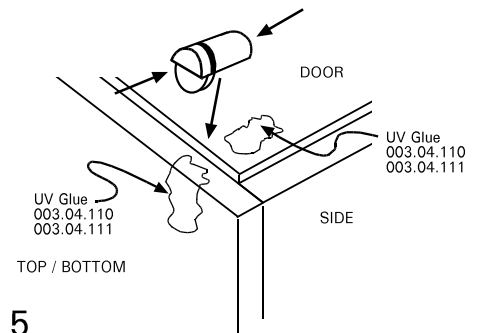

FIG 5
10. Disassemble the hinge and become familiar with its operation. Reassemble and apply Häfele UV Glue (Cat.No.003.04.110) or (Cat.No.003.04.111) to the area on the door and the carcass where the hinge is to be bonded (see Fig. 5). For additional strength it is also advisable to coat the carcass edge of the bonding area.
- Nehmen Sie das Scharnier auseinander und machen Sie sich mit der Funktion vertraut. Bauen Sie das Scharnier anschliessend wieder zusammen und bringen Sie (Art.Nr. 003.04.110) oder (Art.Nr.003.04.111) UV Klebstoff an der Tür und dem Korpus an, wo das Scharnier verklebt werden soll (s.Abb.5).